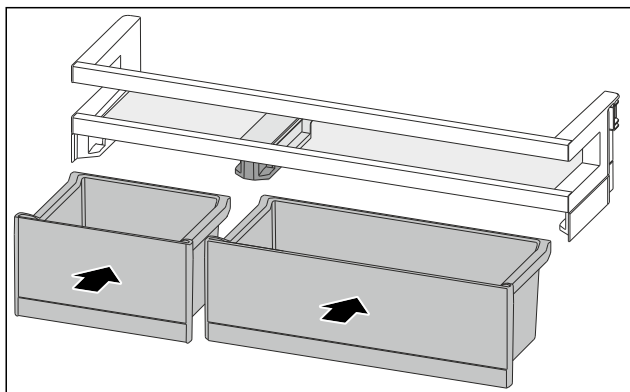

Fig. 157
- Umetnite kutije VarioBox izmijenjenim redoslijedom. (pogledajte Fig. 157)